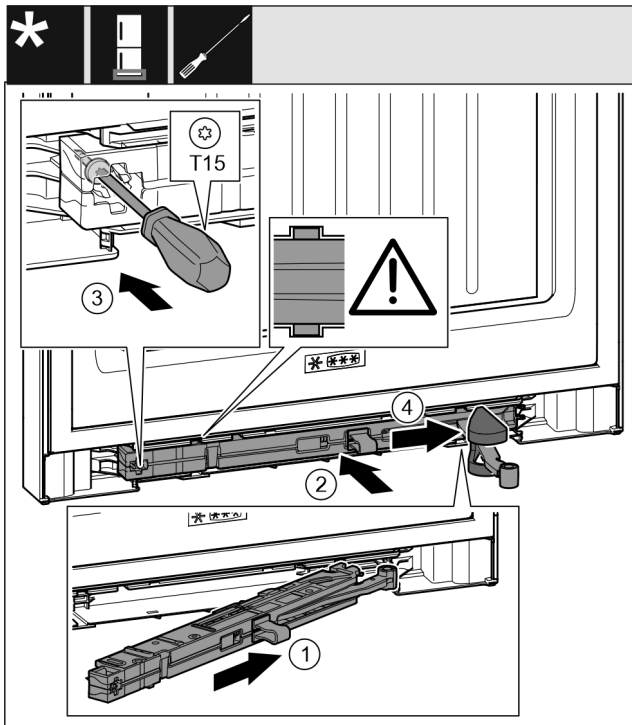

Fig. 43
- ▶ Côté support de palier, pousser l'unité d'amortissement de fermeture Fig. 43 (1) jusqu'en butée de biais dans l'évidement.
- ▶ Pousser complètement l'unité d'amortissement de fermeture Fig. 43 (2) dans l'évidement.
- ▶ Serrer la vis Fig. 43 (3) avec un tournevis.
- ▶ Pousser le cache Fig. 43 (4) sur la jointure.